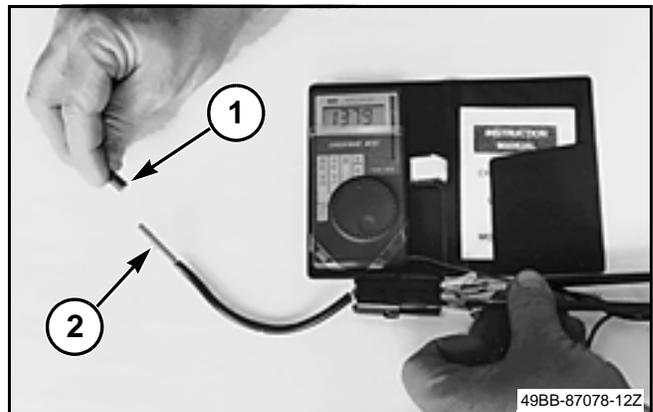

FIG. 119
FIG. 119: Aleje el actuador (1) del extremo del interruptor (2), como se muestra. El multímetro no debe indicar continuidad. Si el multímetro indica continuidad, reemplace el interruptor.